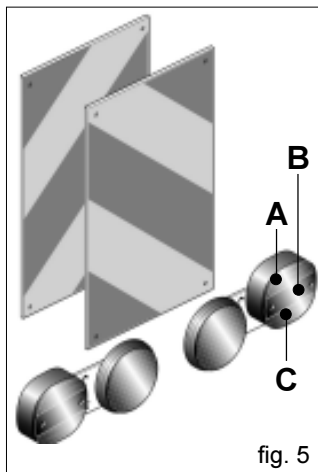

fig. 5
- 37) Lorsque les encombrements constitués par des équipements conduits ou semiconduits cachent la visibilité des dispositifs de signalisation et d'éclairage du tracteur, ceux-ci doivent être reproduits de façon adéquate sur les équipements, en respectant les normes du code de la route du pays en question. S'assurer que l'installation des phares fonctionne parfaitement lors de l'utilisation. On rappelle en outre que la séquence de signalisation correcte des feux prévoit (Fig. 5):